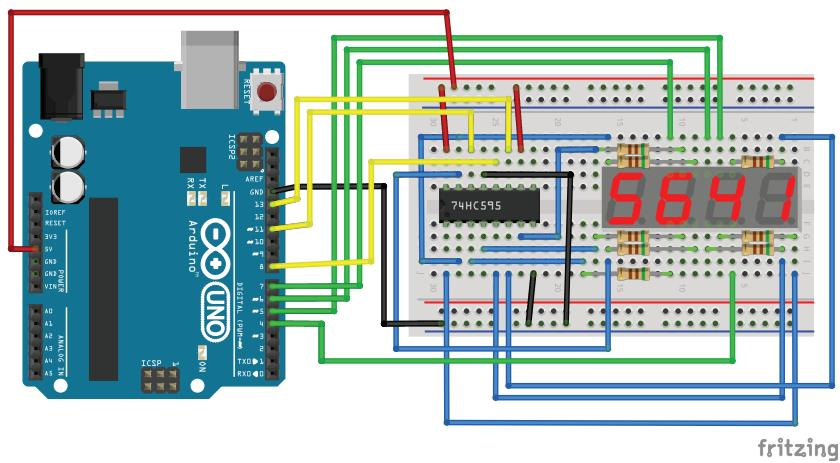

Рис. 8.2. Схема подключения 4-разрядного семисегментного индикатора с использованием сдвиговых регистров 74HC595
В следующем эксперименте со светодиодной матрицей мы рассмотрим каскадное подключение микросхем 74HC595, в данном эксперименте мы используем только одну микросхему – восемь выводов микросхемы 74HC595 подключены к восьми сегментам матрицы, четыре вывода матрицы для выбора разряда подключены к четырем выводам платы Arduino. Схема подключения представлена на рис. 8.2.
1. Подключаем семисегментный индикатор по схеме на рис. 8.2.